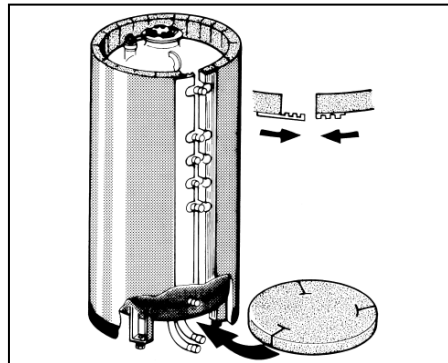

Рис. 11 Монтаж теплоизоляции
Равномерно уложите теплоизоляционный мат по поверхности бойлера так, чтобы совпадали места подключения и предусмотренные на мате вырезы. (Рис. 11).
- Сведите вместе оба других края теплоизоляционного мата и замкните их (Рис. 11).